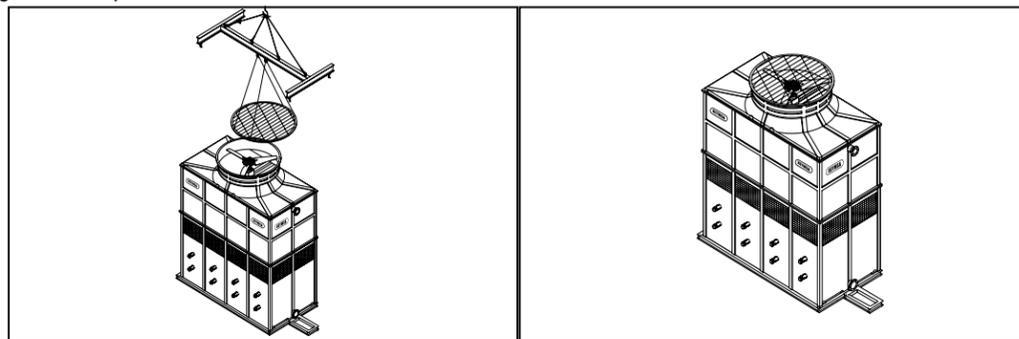

Figura A-32: Instalación de la malla de protección del ventilador en una torre modelo HFC-F.
N. Coloque la malla de protección del ventilador, resistente a la corrosión, sobre la sección de la campana (ver figura A-32).